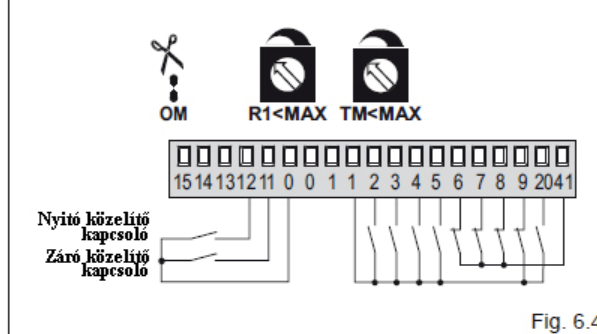

Fig. 6.4
- (Fig. 6.4) Az ajtószárny nekimegy a mechanikai végállásoknak, és akadály érzékeléskor ellenirányú mozgás jön létre.